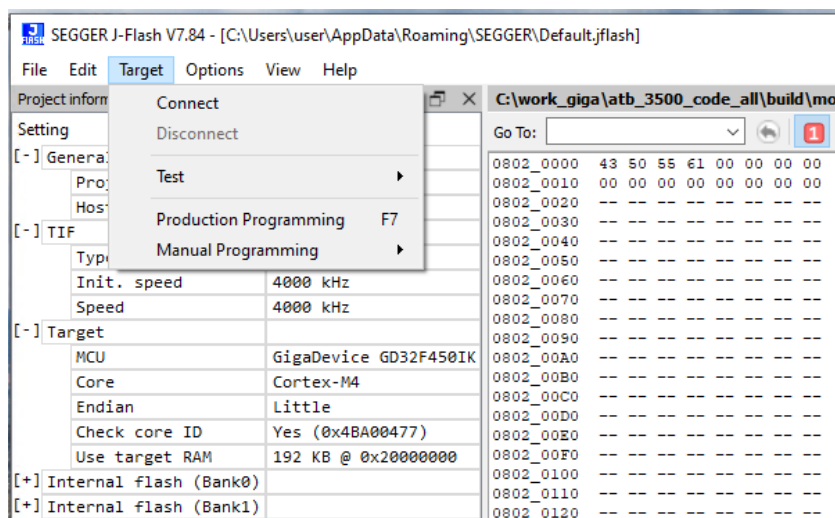

Рисунок 2 — Иллюстрация вызова диалогового окна **Connection Settings**
2.7 В меню **Target** выбрать опцию **Connect** (Рисунок 2).